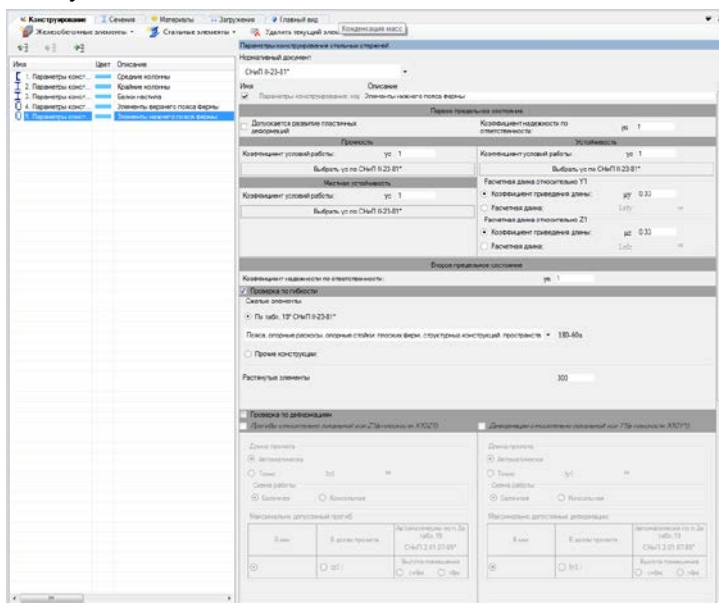

Рис. 155. Редактор параметров конструирования элементов нижнего пояса фермы
- В разделе **Первое предельное состояние** задайте (рис. 155): коэффициент надежности по ответственности, $\gamma_n = 1$; коэффициент условий работы по прочности, $\gamma_c = 1$; коэффициент условий работы по местной устойчивости, $\gamma_s = 1$; коэффициент условий работы по устойчивости, $\gamma_s = 1$; коэффициент приведения длины относительно $Y1$, $\mu_y = 0,33$; коэффициент приведения длины относительно $Z1$, $\mu_z = 0,33$;